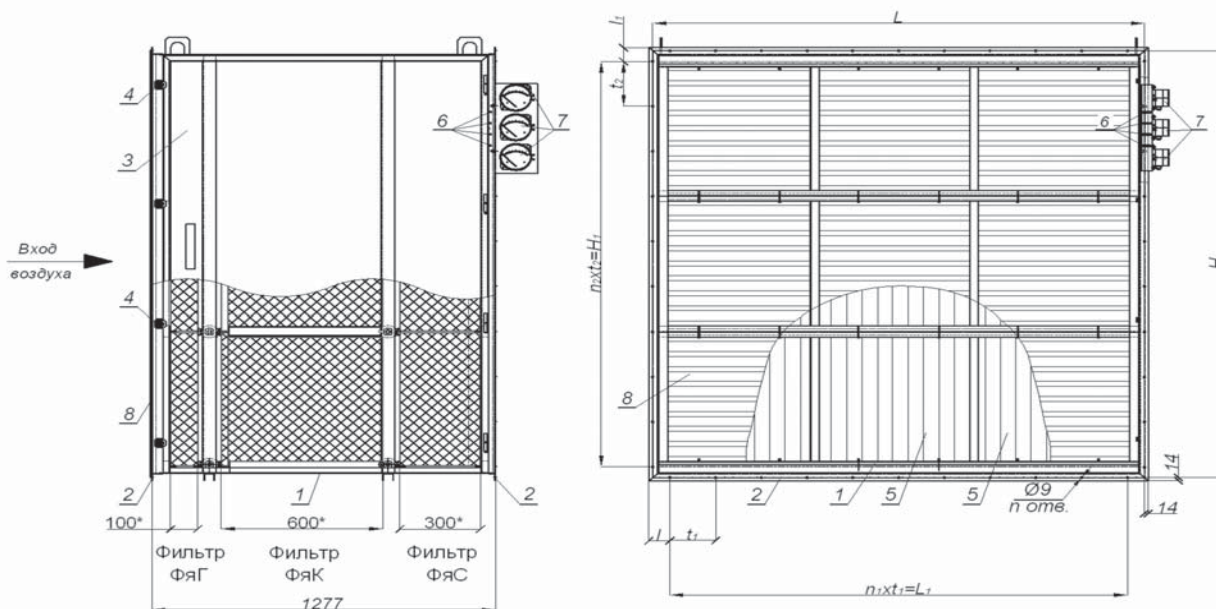

Рис. 1 Схема секции воздушных фильтров SSF-T3
На рис.1 и 2 представлены секции воздушных фильтров SSF-T с трехступенчатой схемой фильтрации воздуха, преимуществом которой является использование карманного предфильтра типа FYK глубиной 600 мм, что в 2,5÷3 раза увеличивает его ресурс работы по сравнению с наиболее часто применяемыми в составе БОУ карманными фильтрами глубиной 300 или 360 мм.
Секция воздушных фильтров (см. рис. 1) состоит из металлического корпуса (1), имеющего на входе и выходе фланцы (2), для присоединения к фланцам переходных камер, диффузоров и конфузоров, посредством болтовых соединений через уплотнительную резину. На боковой стороне корпуса SSF-T имеется дверь (3), закрываемая с помощью прижимов (4). Герметизация соединения двери с корпусом осуществляется за счет установки специального уплотнения. Дверь может располагаться справа или слева по ходу движения воздуха по техническому заданию Заказчика. Для защиты от атмосферных осадков, на входе в секцию SSF-T, может быть установлена наружная вентиляционная решетка (8).